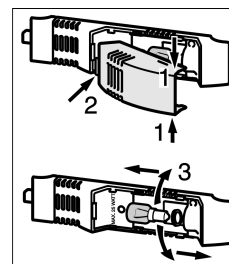

Fig. 8
- ▶ Agarre la cubierta de la lámpara por la parte superior e inferior Fig. 8 (1).
- ▶ Desencaje y desenganche por la parte trasera Fig. 8 (2) la cubierta de la lámpara.
- ▶ Sustituya la bombilla Fig. 8 (3).